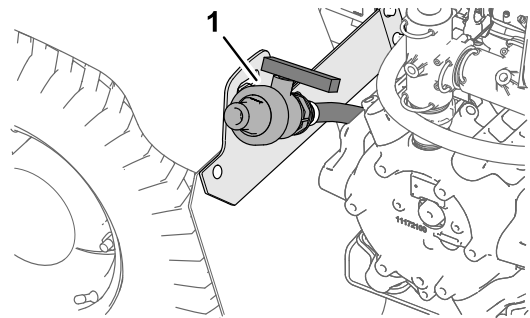

Figure 86
2. Trouvez l'emplacement du robinet de vidange de la cuve sur l'aile arrière gauche de la machine (Figure 86).